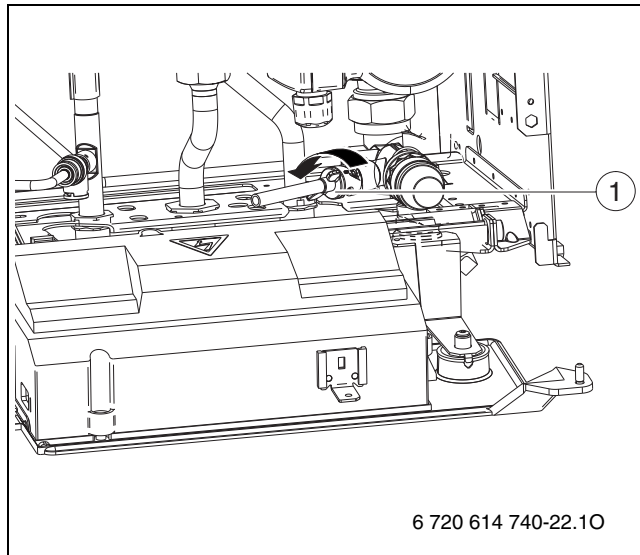

Рис. 38
- Открыть сливной кран (→ рис. 38, [1]) и слить воду из отопительного контура через присоединенный шланг.